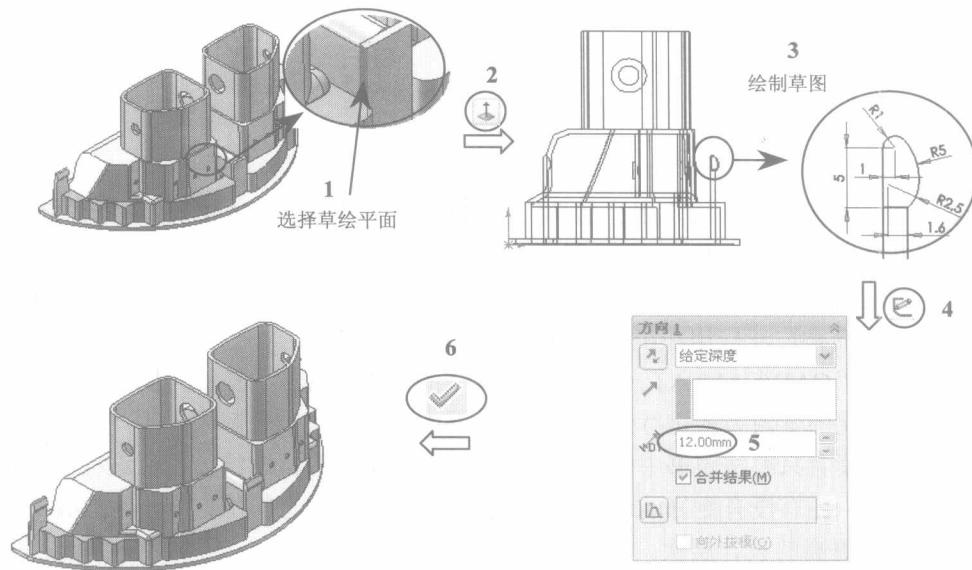

图 1-71 创建拉伸特征
(27) 在【特征】工具条中单击【拉伸切除】按钮，然后根据图 1-71 所示进行操作。